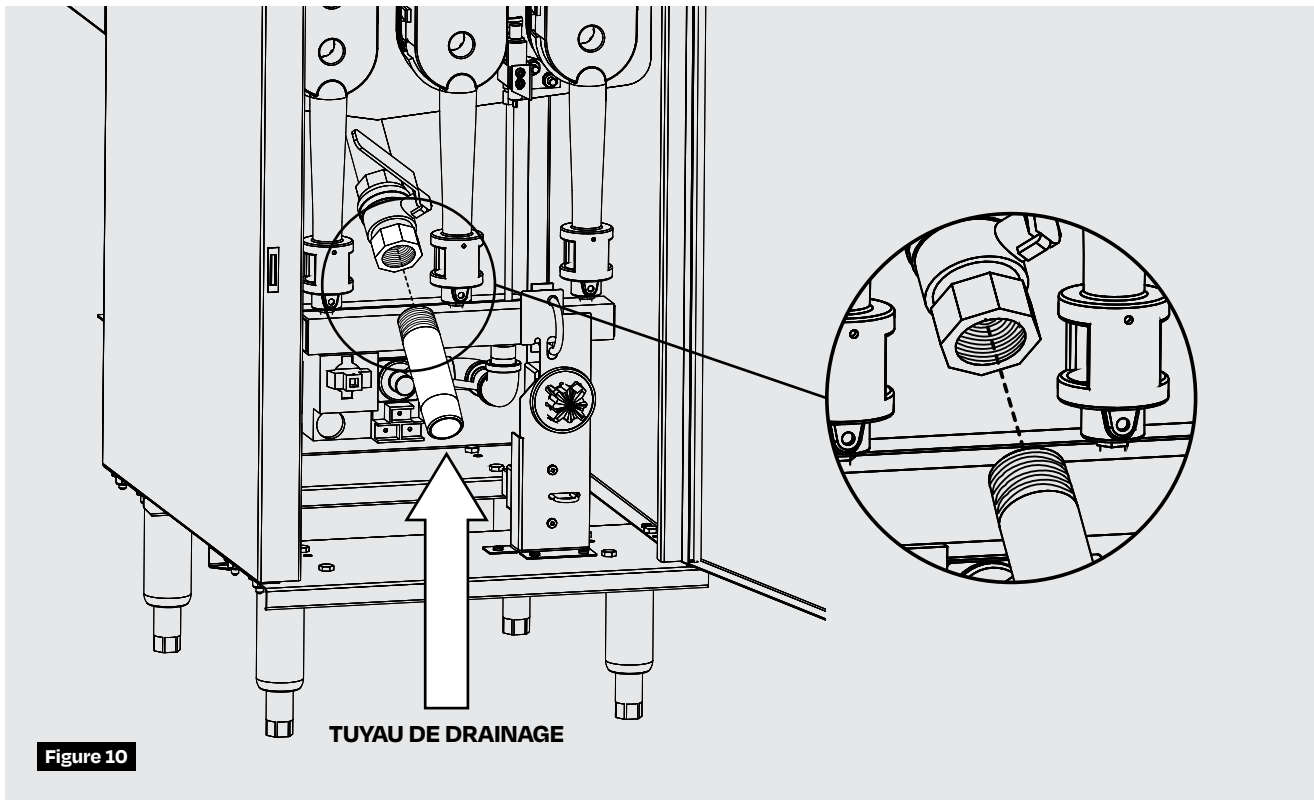

Figure 10
2. Fixer le tuyau de drainage 1" au robinet à bille situé derrière la porte. **(Figure 10)**